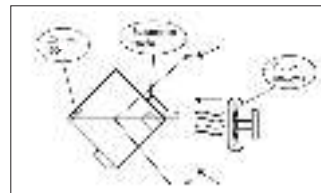

Рис. 10
**ВНИМАНИЕ!** При эксплуатации генераторов с датчиком угарного газа следует соблюдать определенные правила. Во избежание ложных срабатываний следует избегать описанных ниже условий: датчик угарного газа работает только при плюсовой температуре (больше 0 °С). Сильный поток воздуха с направления 45 градусов от оси выхлопное отверстие датчик (Рис. 10).